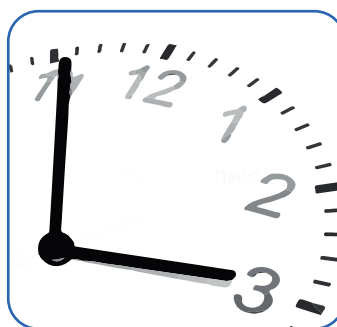

Fig. 15.
- EXAFAN recomienda no tener la máquina en marcha sin sacar agua más de 2 o 3 minutos, ya que el agua a alta presión vuelve a entrar en la bomba por el conducto de retorno y se calienta rápidamente, acortando así la vida útil de la misma. En estos casos es aconsejable parar la máquina. Tampoco es recomendable usar la máquina sin agua porque se recalienta y se queman las juntas. (Fig. 15)